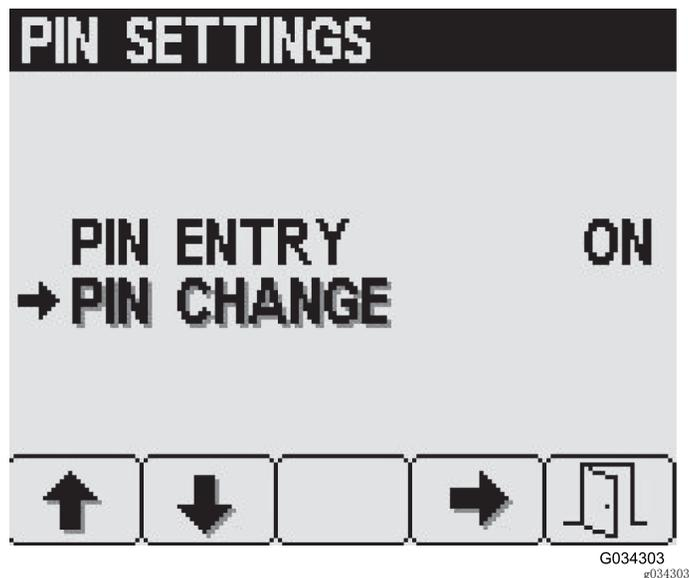

图34
3. 从 PIN Settings (PIN 设置) 屏幕, 按 2 号按钮浏览至 PIN Change (PIN 更改) 选项, 然后按 4 号按钮选择 PIN Change (PIN 更改) (图34)。